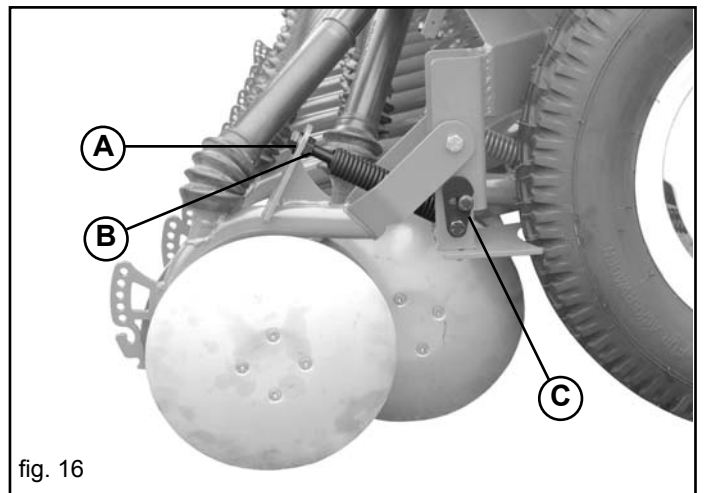

fig. 16
En las hileras exteriores, aumente o disminuya la presión ajustando el tornillo (A Fig. 16) y bloqueándolo con la tuerca (B).
En los elementos asociados externos, que trabajan sobre los borrahuellas de las ruedas de la sembradora, hay que regular la profundidad de trabajo cambiando la posición del limitador (C, Fig. 16).